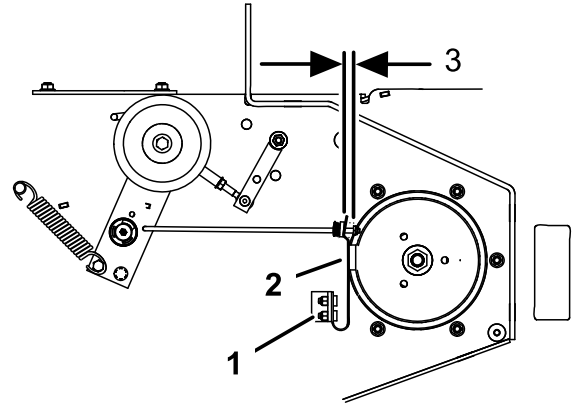

Figure 58
3. Le cas échéant, ajustez les boulons de fixation de ressort de sorte que la plaquette de frein de lame frotte contre les deux côtés de la gorge de la poulie (Figure 58).
4. Ajustez l'écrou à l'extrémité de la tige de frein jusqu'à ce que l'écrou et l'entretoise soient espacés de 3 à 5 mm (Figure 58).